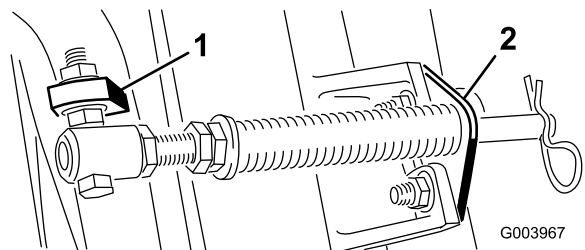

Bild 6
- C. Montieren Sie die Schraube des Federrohrs an der anderen Lasche am Trägerrahmen und befestigen Sie sie mit der Bundmutter. Der Schraubenkopf zeigt zur Außenseite der Lasche, siehe Bild 6.
- D. Montieren Sie die Stangenhalterung mit den Schlossschrauben und Muttern an den Mähwerklaschen (Bild 6).